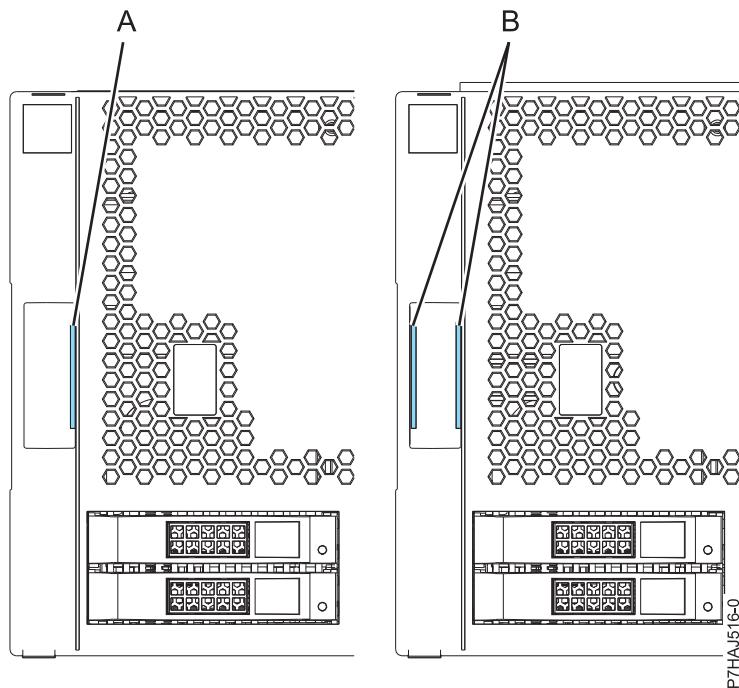

図6. 古いカバーと新しいカバーの識別
注：2011年3月1日より前に出荷された古いカバーは、カバー・アセンブリー・ラッチ上の1本の青色ストライプ (A) で識別できます。2011年3月1日以降に出荷される新しいカバーには、カバー・アセンブリー・ラッチ上に2本の青色ストライプ (B) が付いています。図6を参照してください。